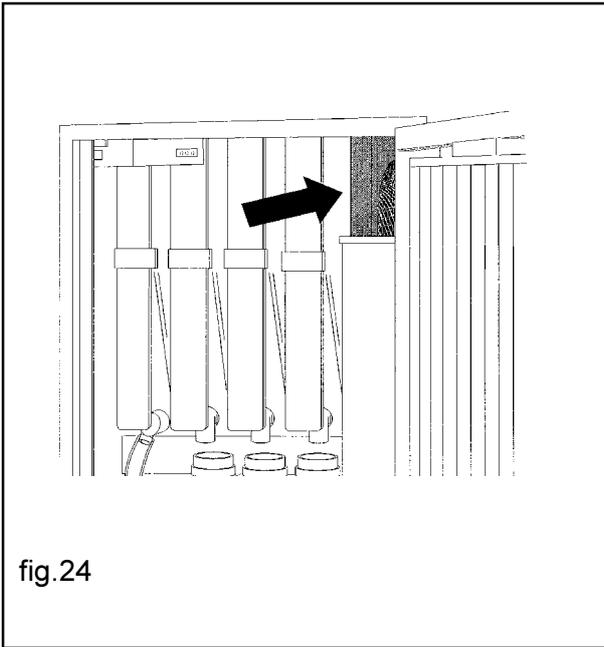

fig.24
- quitar el poliestireno que bloquea los contenedores de productos (fig. 24)